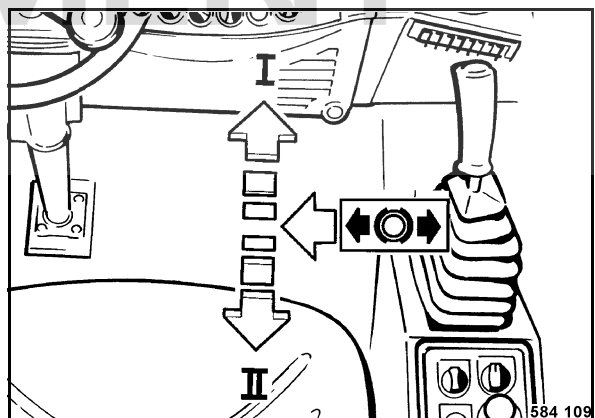

fig. 46
- Décranter le levier de commande de la marche (fig. 46) de la position de freinage vers la